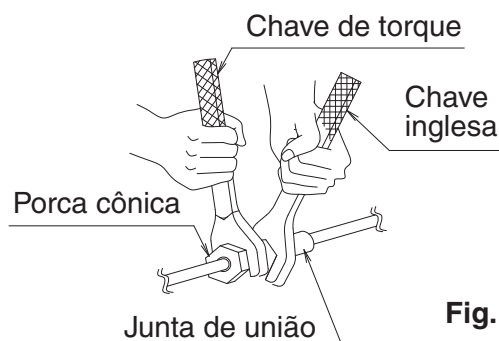

Fig. 6
- Ao conectar as tubulações ao ar condicionado ou remover as tubulações da unidade, certifique-se de usar uma chave inglesa e uma chave de torque como mostrado na **Fig. 6**.